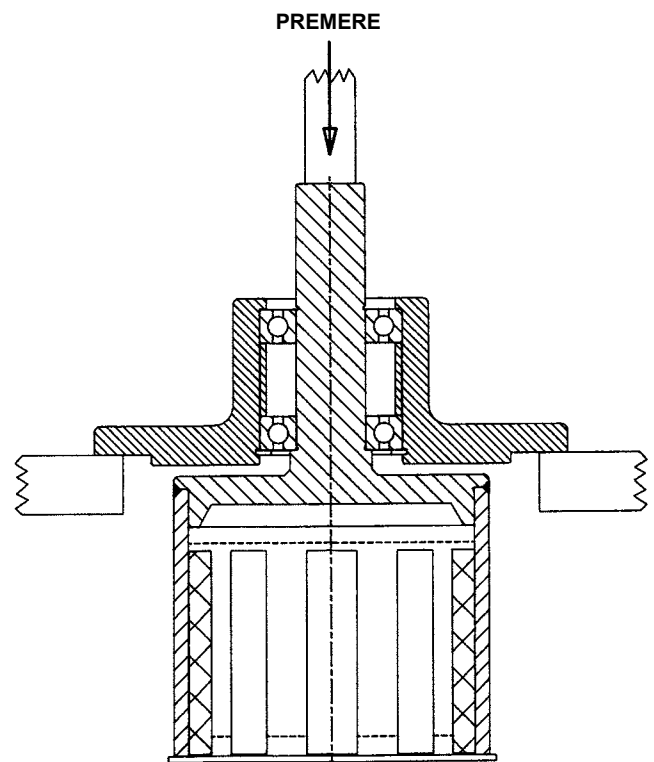

FIGURA 13
2. Rimuovere dall'albero l'anello di bloccaggio esterno, mettere l'unità nella pressa e spingere fuori l'albero come mostrato in Figura 13. Sostenere l'estremità del magnete esterno per evitare che possa cadere ed eventualmente danneggiarsi.